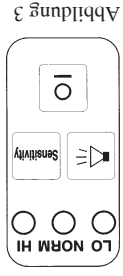

Abbildung 3
1. **EINSCHALTEN:** Der Detektor wird mit der Ein- und Ausschaltaste auf der Tastatur ein- und ausgeschaltet (siehe Abb. 3)